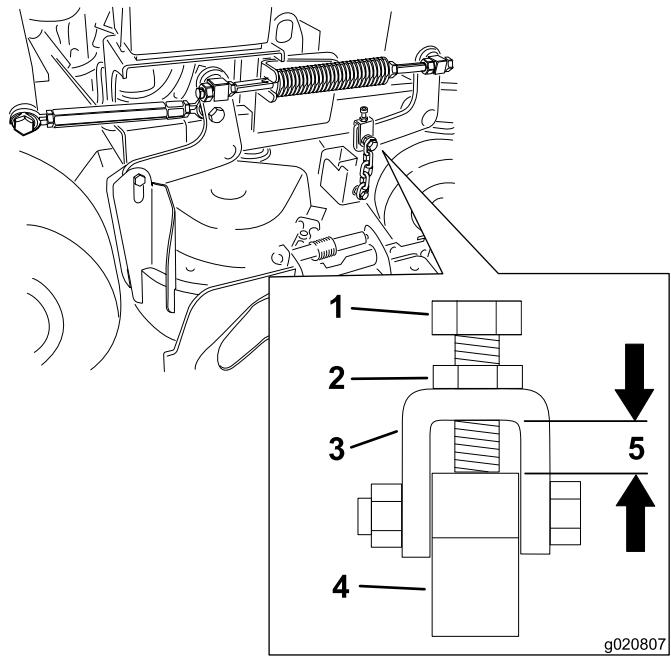

Figure 82
- Remarque:** L'écart doit être de 11 mm (7/16 po); voir Figure 82.
12. Desserrez l'écrou de blocage et ajustez le boulon de réglage de sorte à obtenir la distance correcte, comme montré à la Figure 82.